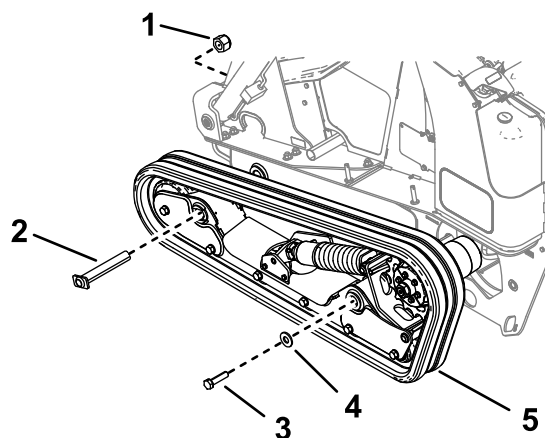

Figura 11
3. Montate il gruppo dei cingoli e fissatelo al telaio principale utilizzando il bullone, la rondella, il perno e il dado rimossi dai gruppi dei cingoli (Figura 11).